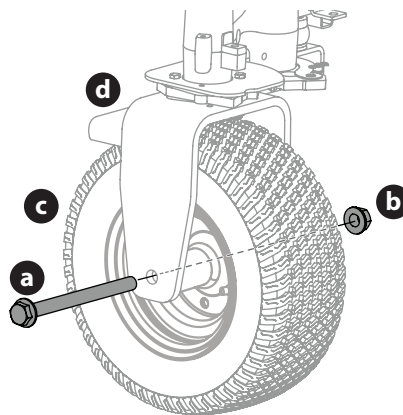

Figure 53
1. Retirez la vis hexagonale (a) et le contre-écrou à collerette (b) qui fixent la roue avant (c) à l'étrier (d) (Figure 53).